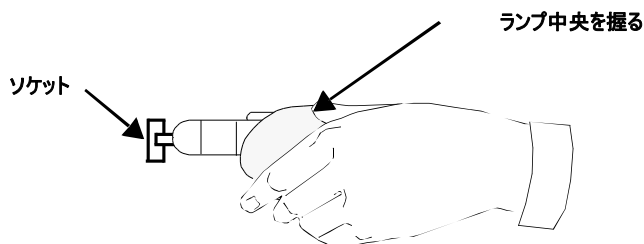

図 15 タングステンハロゲンランプの交換
7. 親指と人差し指の間にレンズ拭き等を挟み、交換用ランプをソケットに挿入します。（図 15 参照）